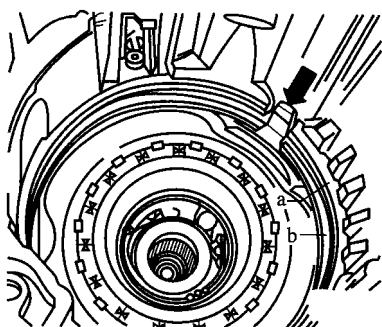

图 5-22 拆卸单向离合器
(15) 拆下变速箱转速传感器 G38, 拆下隔离管卡环 a 和单向离合器卡环 b, 用钳子夹在单向离合器的定位楔上, 拉出单向离合器, 如图 5-22 所示。